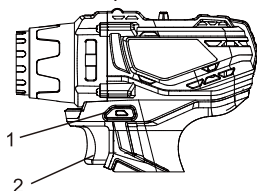

Fig. 6
L'interrupteur de marche avant/arrière (1) est placé au-dessus de la gâchette (2), pour plus de commodité (figure 6). Pour que le mouvement rotatif de la perceuse s'effectue dans le sens horaire (pour le perçage), pousser l'interrupteur de marche avant/arrière vers la gauche. Pour que le mouvement rotatif de la perceuse s'effectue dans le sens antihoraire pour le retrait des vis, pousser l'interrupteur de marche avant/arrière vers la droite.